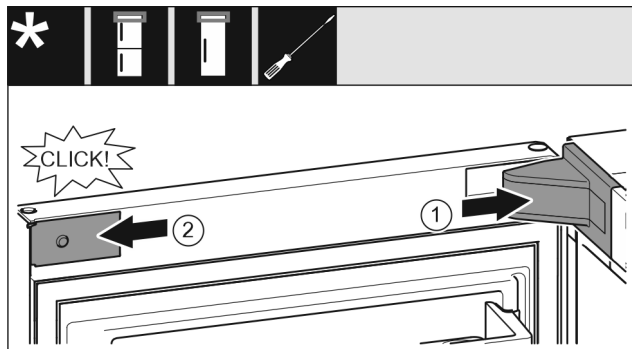

Fig. 26
- ▶ Stavite pokrov podloška ležaja Fig. 26 (1) i pustite ga da se uglati, po potrebi ga oprezno razdvojite.
- ▶ Postavite masku Fig. 26 (2) bočno i uglatite je.